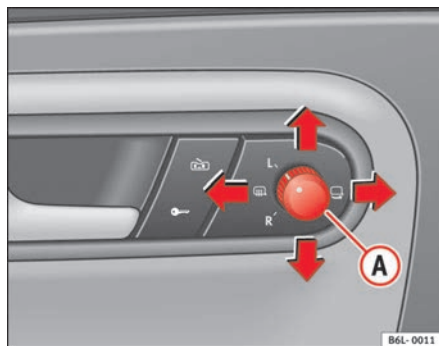

Fig. 68 Mando de los retrovisores exteriores
1. En primer lugar, gire el mando ⇒ fig. 68 hasta la posición **L** (retrovisor izquierdo).
- Gire el mando hacia la posición de desempañado ☞ ⇒ fig. 68
- Gire el mando ⇒ fig. 68 hasta la posición ☞ para plegar los retrovisores exteriores. Para evitar daños en el vehículo, debería plegar los retrovisores exteriores siempre que utilice un túnel de lavado automático.